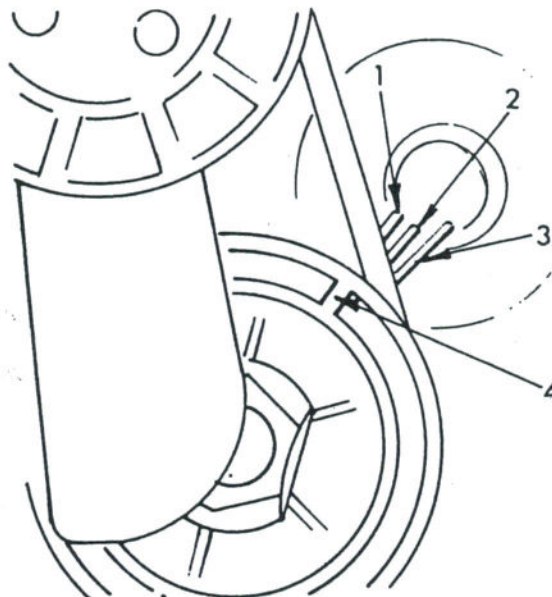

Bild 94
- Kurbelwelle durchdrehen, bis die Markierung an der Riemenscheibe (eine Linie ist in die Riemenscheibe eingegossen und Kerben befinden sich auf der Motorseite) mit der 10°-Markierung am Steuerdeckel in einer Linie steht (siehe Bild 94). Die längste der drei Linien ist die o.T.-Kennzeichnung, die kürzeste die 10°-Markierung.
- Kerbe an der Kurbelwellenriemenscheibe in eine Linie mit der Kennzeichnung für die 10° vor o.T.-Linie bringen (siehe Bild 94).